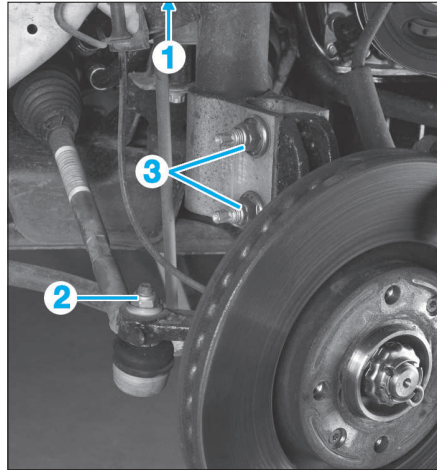

FIG. 10
- Déposer l'écrou (1) de biellette de barre stabilisatrice (Fig.10).